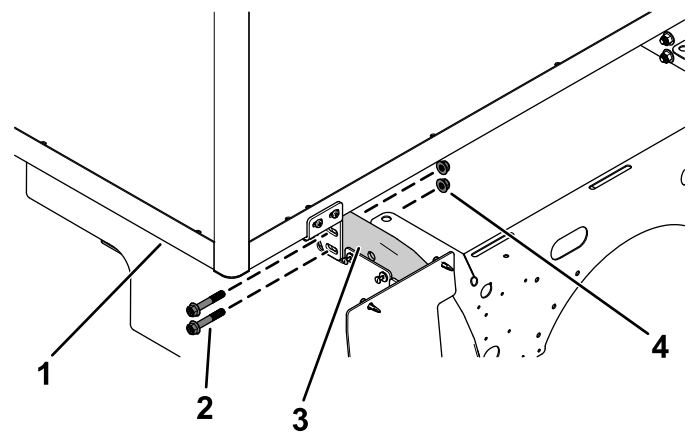

Figure 7
- Fixez l'avant de la caisse de fourgonnette utilitaire de chaque côté à l'avant des tubes du cadre à l'aide des 2 boulons à embase ($\frac{3}{8}$ " x $2\frac{1}{2}$ ") et des 2 écrous à embase ($\frac{3}{8}$ ") retirés précédemment (Figure 7).